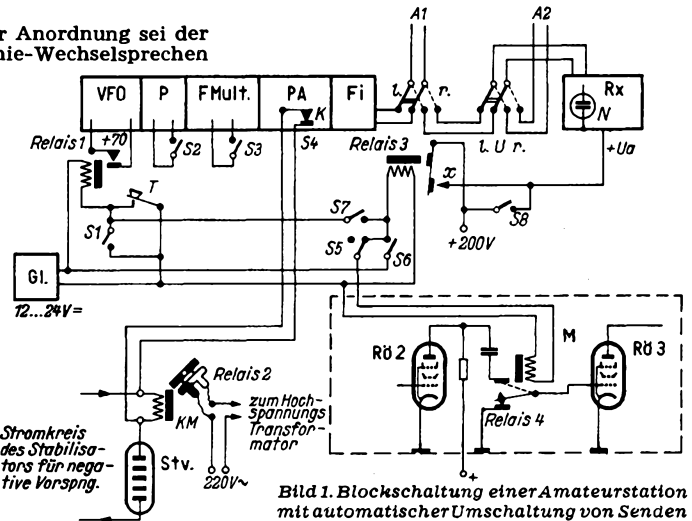

Bild 1. Blockschaltung einer Amateurstation mit automatischer Umschaltung von Senden auf Empfang
In der Blockschaltung Bild 1 ist die grundsätzliche Anordnung einer Station mit automatischer Umschaltung dargestellt.
Das Relais Rel 2 befindet sich im Gleichrichterteil des Senders (siehe Schaltung Bild 1). Sein Einbau und seine Konstruktion (Selbstbau) sind im ersten Sender-Baubuch auf Seite 75 bis 77 eingehend beschrieben. Es handelt sich um ein sogenanntes Selbsthalte-Relais, das nur von Hand eingeschaltet werden kann und augenblicklich abfällt, wenn sein Klebmagnet (KM) stromlos wird. Der Strom für diesen Magnet wird vom Gleichrichter der negativen Vorspannungen geliefert. Zugleich mit dem Einschalten sämtlicher Röhren-Heizungen beginnt dieser Gleichrichter zu arbeiten. Erst wenn der Stabilisator STv. gezündet hat, wird der Magnet KM erregt. Fällt aus irgendeiner Ursache (Defekt der Gleichrichterröhre oder des Stabilisators oder Durchschlagen eines Blocks oder Leitungsbruch) dieser Gleichrichter aus, so ist der Elektromagnet KM augenblicklich stromlos. Damit fällt das Relais Rel 2 ab. Die an ihm befestigte Quecksilberschalt-